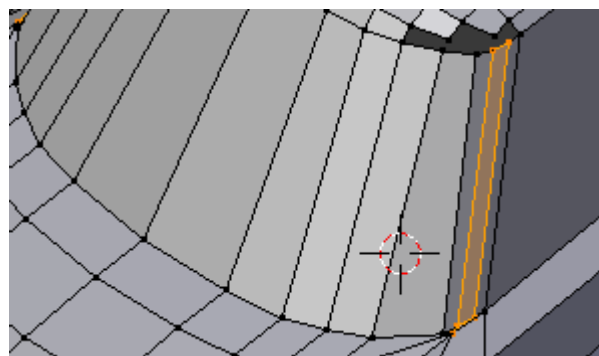

Figura 4.68
7. Seleccione a aresta de topo do vidro lateral e crie dois novos contornos, **[Ctrl]+[R]**, figura 4.68.